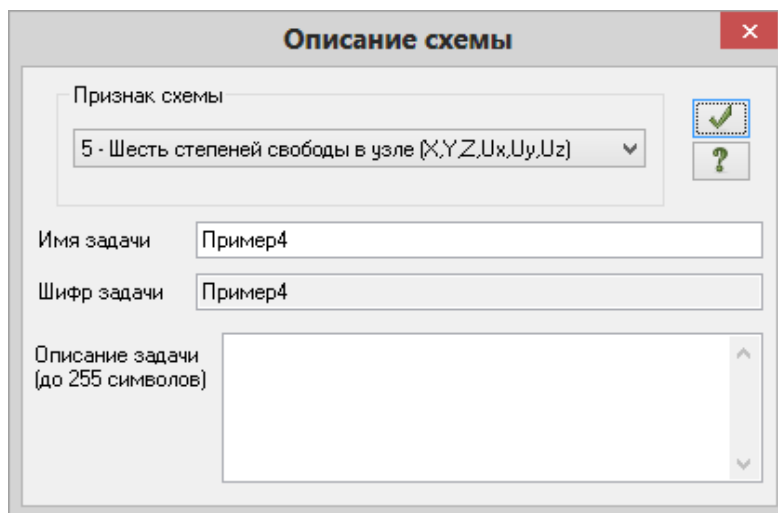

Рис.4.2. Диалоговое окно **Описание схемы**
- В появившемся диалоговом окне **Описание схемы** (рис.4.2) задайте следующие параметры: